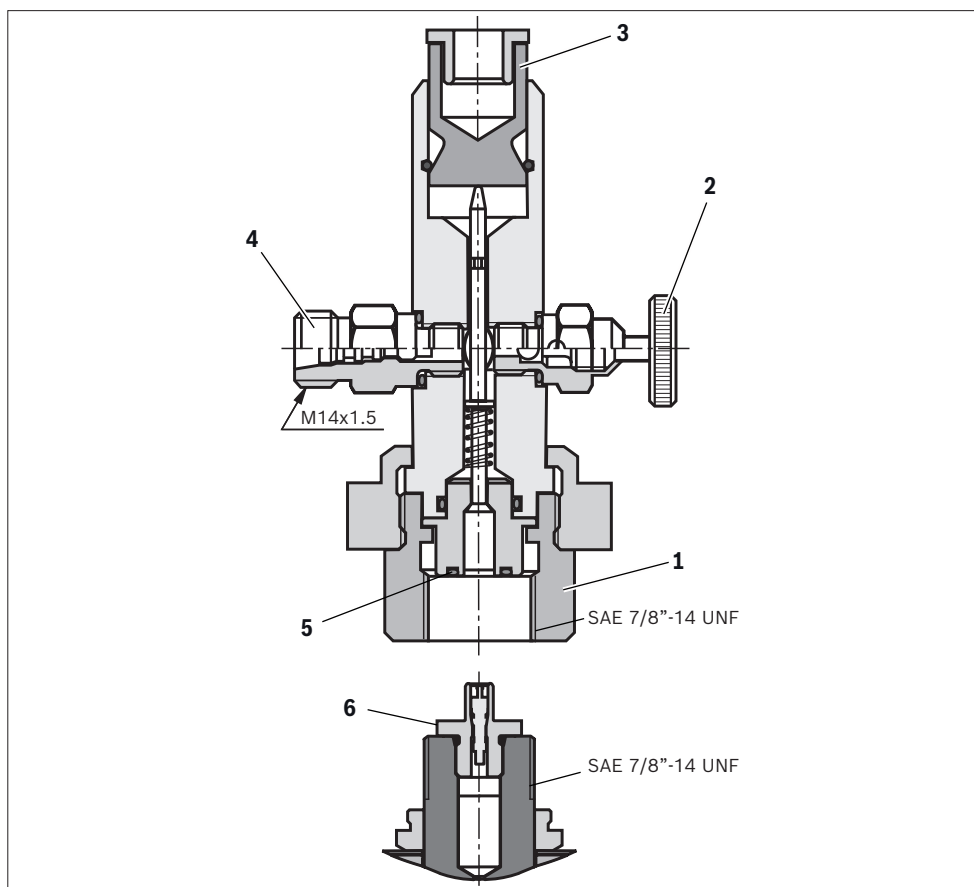
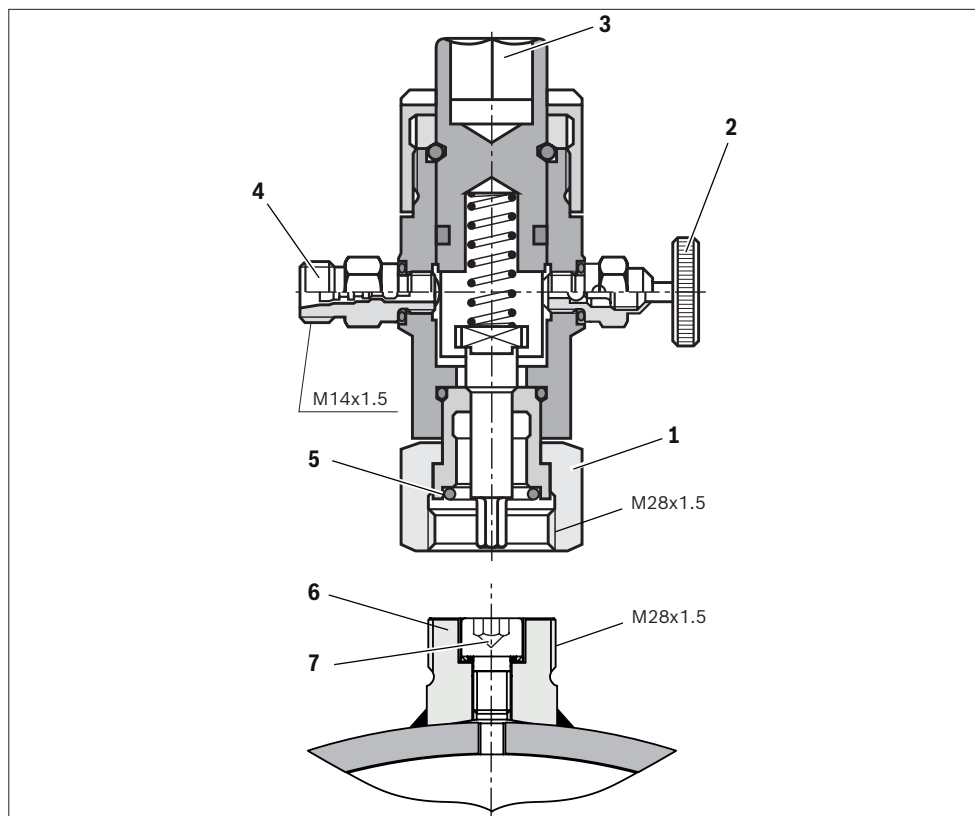

Abb. 5: Blasenspeicher: Füll- und Prüfventil auf das Gasventil schrauben
Abb. 7: Membranspeicher: Füll- und Prüfventil auf das Gasventil schrauben
2. Schließen Sie das seitliche Gasablassventil, siehe Abb. 5, Pos. 2, der Füll- und Prüfvorrichtung.
3. Schrauben Sie das Füll- und Prüfventil mit der Überwurfmutter (SW 32), siehe Abb. 5, Pos. 1, auf das Gasventil des Blasenspeichers, siehe Abb. 5, Pos. 6, bis auf Anschlag und achten Sie auf einen festen Sitz.
- Achten Sie darauf, dass der zwischen beiden Teilen abdichtende O-Ring, siehe Abb. 5, Pos. 5, richtig in der Nut sitzt.
4. Drücken und halten Sie die Betätigung Gasventil, siehe Abb. 5, Pos. 3.
Umherfliegende Teile, z. B. Herausschießen der Gasfüllschraube (siehe Abb. 7, Pos. 7), durch das Heraus-schrauben der Gasfüllschraube ohne Füll- und Prüfvorrichtung bei anstehendem Gasdruck!
- 2.** Schließen Sie das seitliche Gasablassventil, Abb. 7, Pos. 2, der Füll- und Prüfvorrichtung.
- 3.** Schrauben Sie das Füll- und Prüfventil mit der Überwurfmutter (SW 36), siehe Abb. 7, Pos. 1, auf das Gasventil des Membranspeichers, siehe Abb. 7, Pos. 6, bis auf Anschlag und achten Sie auf einen festen Sitz.
- Achten Sie darauf, dass der zwischen beiden Teilen abdichtende O-Ring, siehe Abb. 7, Pos. 5, richtig in der Nut sitzt.
- 4.** Öffnen Sie das Gasventil des Membranspeichers, siehe Abb. 7 Pos. 6.
- Verwenden Sie hierfür einen Vierkantschlüssel SW 13 und öffnen Sie über die Betätigung Gasfüllschraube, siehe Abb. 7, Pos. 3 die Gasfüllschraube, siehe Abb. 7, Pos. 7, mit einer Linksdrehung.
2. Befestigen Sie den Schlauch am Druckminderventil der Stickstoffflasche und anschließend am Schlauchaufsatz, siehe Abb. 5 und Abb. 7, Pos. 4, der Füll- und Prüfvorrichtung. Ziehen Sie dabei die Überwurfmutter mit einem Gabelschlüssel SW 32 und SW 17 handfest an.
5. Schließen Sie das Gasventil am hydropneumatischen Speicher, siehe Abb. 5 und Abb. 7, Pos. 6.
- **Bei Blasenspeichern:** Lassen Sie die Betätigung Gasventil, siehe Abb. 5, Pos. 3, wieder los.
- **Bei Membranspeichern:** Verwenden Sie hierfür einen Vierkantschlüssel SW 13 und schließen Sie über die Betätigung Gasfüllschraube, siehe Abb. 7, Pos. 3, die Gasfüllschraube, siehe Abb. 7, Pos. 7, mit einer Rechtsdrehung.
6. Lassen Sie den Luftdruck innerhalb der Füll- und Prüfvorrichtung ab. Öffnen Sie dazu das seitliche Gasablassventil, siehe Abb. 5 und Abb. 7, Pos. 2, bis der Stickstoff hörbar entweicht. Schließen Sie anschließend das Ventil wieder.
7. Lösen Sie den Schlauch, siehe Abb. 5 und Abb. 7, Pos. 4, von der Füll- und Prüfvorrichtung und der Stickstoffflasche.
9. **Bei Membranspeichern:** Ziehen Sie die Gasfüllschraube, siehe Abb. 7, Pos. 7, mit einem Sechskantschlüssel SW 6 auf ein Anzugsmoment von 25 Nm an.
2. Öffnen Sie das seitliche Gasablassventil, siehe Abb. 5 und Abb. 7, Pos. 2, bis hörbar Stickstoff entweicht.
3. Wenn der gewünschte Druck erreicht ist oder der Speicher vollständig entleert wurde, schließen Sie das seitliche Gasablassventil, siehe Abb. 5 und Abb. 7, Pos. 2.
4. Schließen Sie das Gasventil am hydropneumatischen Speicher, siehe Abb. 5 und Abb. 7, Pos. 6.
6. **Bei Membranspeichern:** Ziehen Sie die Gasfüllschraube, siehe Abb. 7, Pos. 7, mit einem Sechskantschlüssel SW 6 auf ein Anzugsmoment von 25 Nm an.